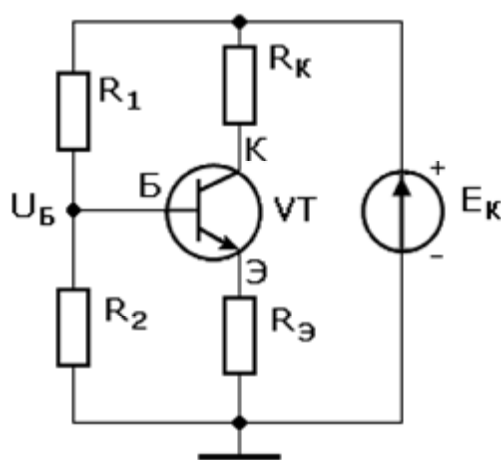

Рис.2. Схема усилителя на постоянном токе
2.1. Рассчитать и выбрать номинальные значения элементов, усилителя с ОЭ на постоянном токе (рис.2). Исходные данные находятся в пределах: